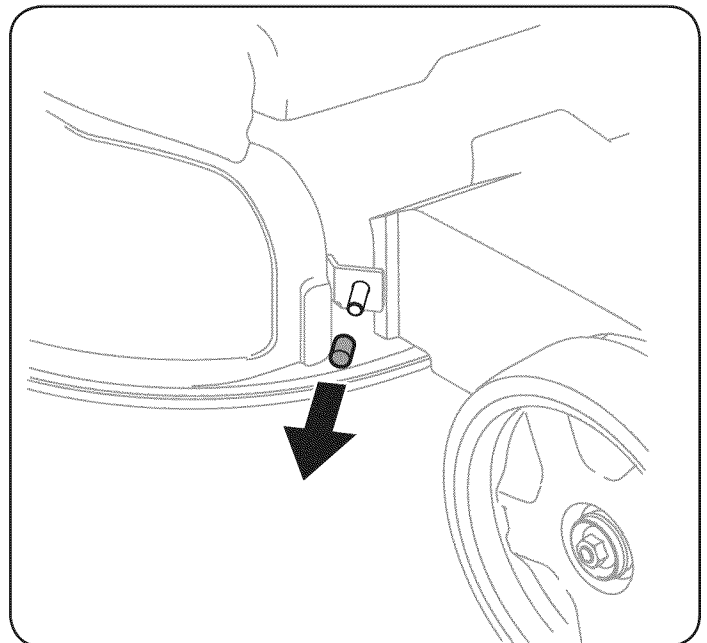

Figura 7
1. Extraiga la tapa de vinilo del pasador roscado de la plataforma que está delante de la abertura de descarga. Vea la Figura 7.